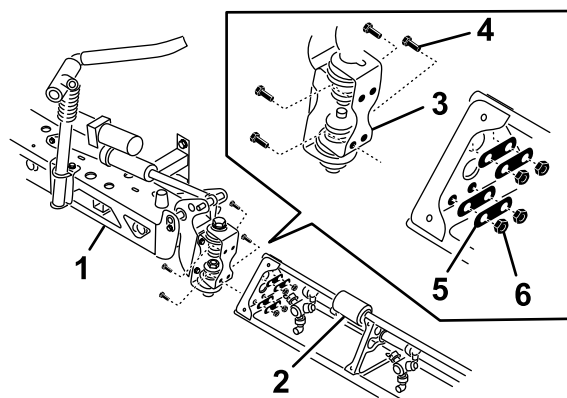

Figura 22
7. Montate la barra di prolunga sulla barra centrale nella piastra per cerniera con i 4 bulloni e i 4 dadi rimossi al passo 6 come indicato nella Figura 22.